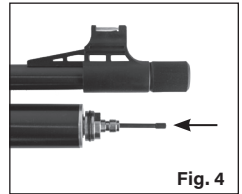

Fig. 4
- Introduza a ferramenta de desgaseificação através da extremidade do bocal de carga (Fig.4).